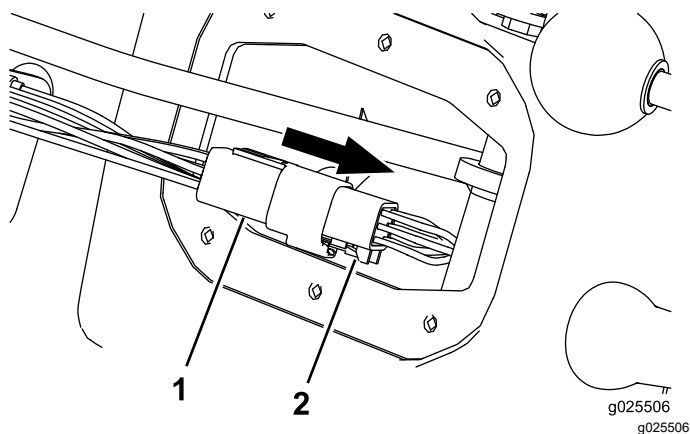

図 12
1. 車両用ハーネスからシフトインジケータ用のコネクタを外す 図 12。